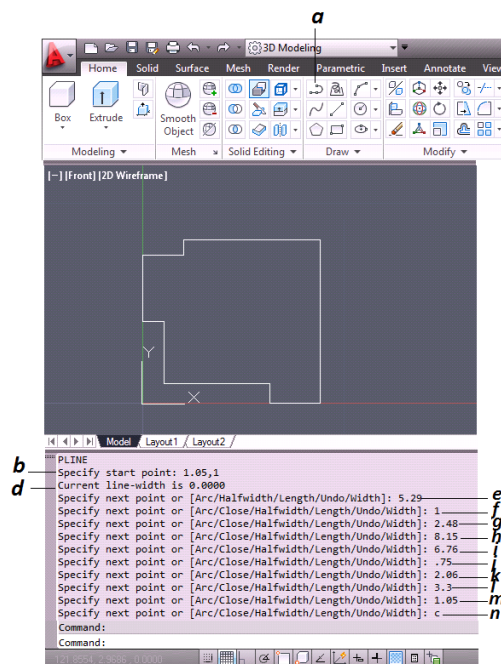

Figura 3.17 Creación de Entidades “Polilínea”
- a. Se selecciona el comando poli línea (PL) de la barra de herramientas (*figura 3.17*).
- b. Se escribe la coordenada 1.05, 1 para indicar el inicio de la polilínea (*figura 3.17*).
- e. Lado derecho, se escribe 5.29 y enter (*figura 3.17*).
- f. Abajo, se escribe 1 y enter (*figura 3.17*).
- g. Derecha, se escribe 2.48 y enter (*figura 3.17*).
- h. Arriba, se escribe 8.15 y enter (*figura 3.17*).
- i. Izquierda, se escribe 6.76 y enter (*figura 3.17*).
- j. Abajo, se escribe 0.75 y enter (*figura 3.17*).
- k. Izquierda, se escribe 2.06 y enter (*figura 3.17*).
- l. Abajo, se escribe 3.3 y enter (*figura 3.17*).
- m. Derecha, se escribe 1.05 y enter (*figura 3.17*).
- n. Finalmente (C) para terminar la figura (*figura 3.17*).